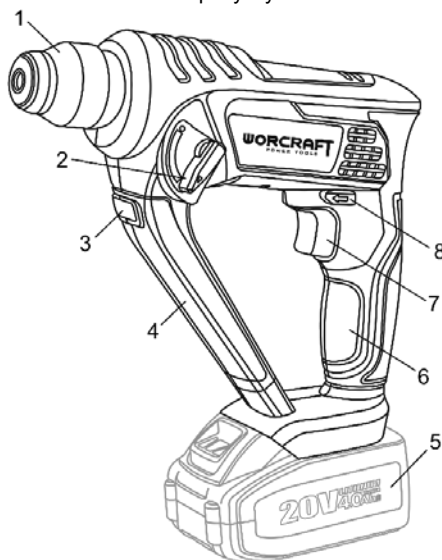

Рисунок 1
**3.5** Після встановлення змінного інструмента завжди перевіряйте надійність його кріплення – спробуйте витягти його без відведення кільця патрона. Щоб витягти змінний інструмент з патрона, необхідно відвести кільце патрона у бік передньої рукоятки (4, рисунок 1).
**4.1** Після під'єднання акумуляторної батареї (5, рисунок 1), як це показано на рисунку 2, виберіть необхідний режим роботи виробу за допомогою перемикача (дивіться рисунок 3). Перемикання режимів роботи виробу здійснюється поворотом перемикача (2, рисунок 1) з одного положення в інше, відповідно символу режиму роботи:
4.2 Для увімкнення виробу натисніть на пускову кнопку (7, рисунок 1) з необхідним зусиллям для відповідної швидкості обертання патрона. Для вимкнення виробу достатньо відпустити пускову кнопку.